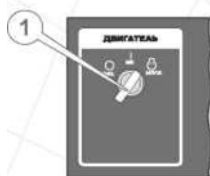

Рисунок 6. Схема роботи пускового перемикача двигуна.
2. Увімкнути електричний стартер перемикачем (рис. 6) не більше ніж на 5-15 с.